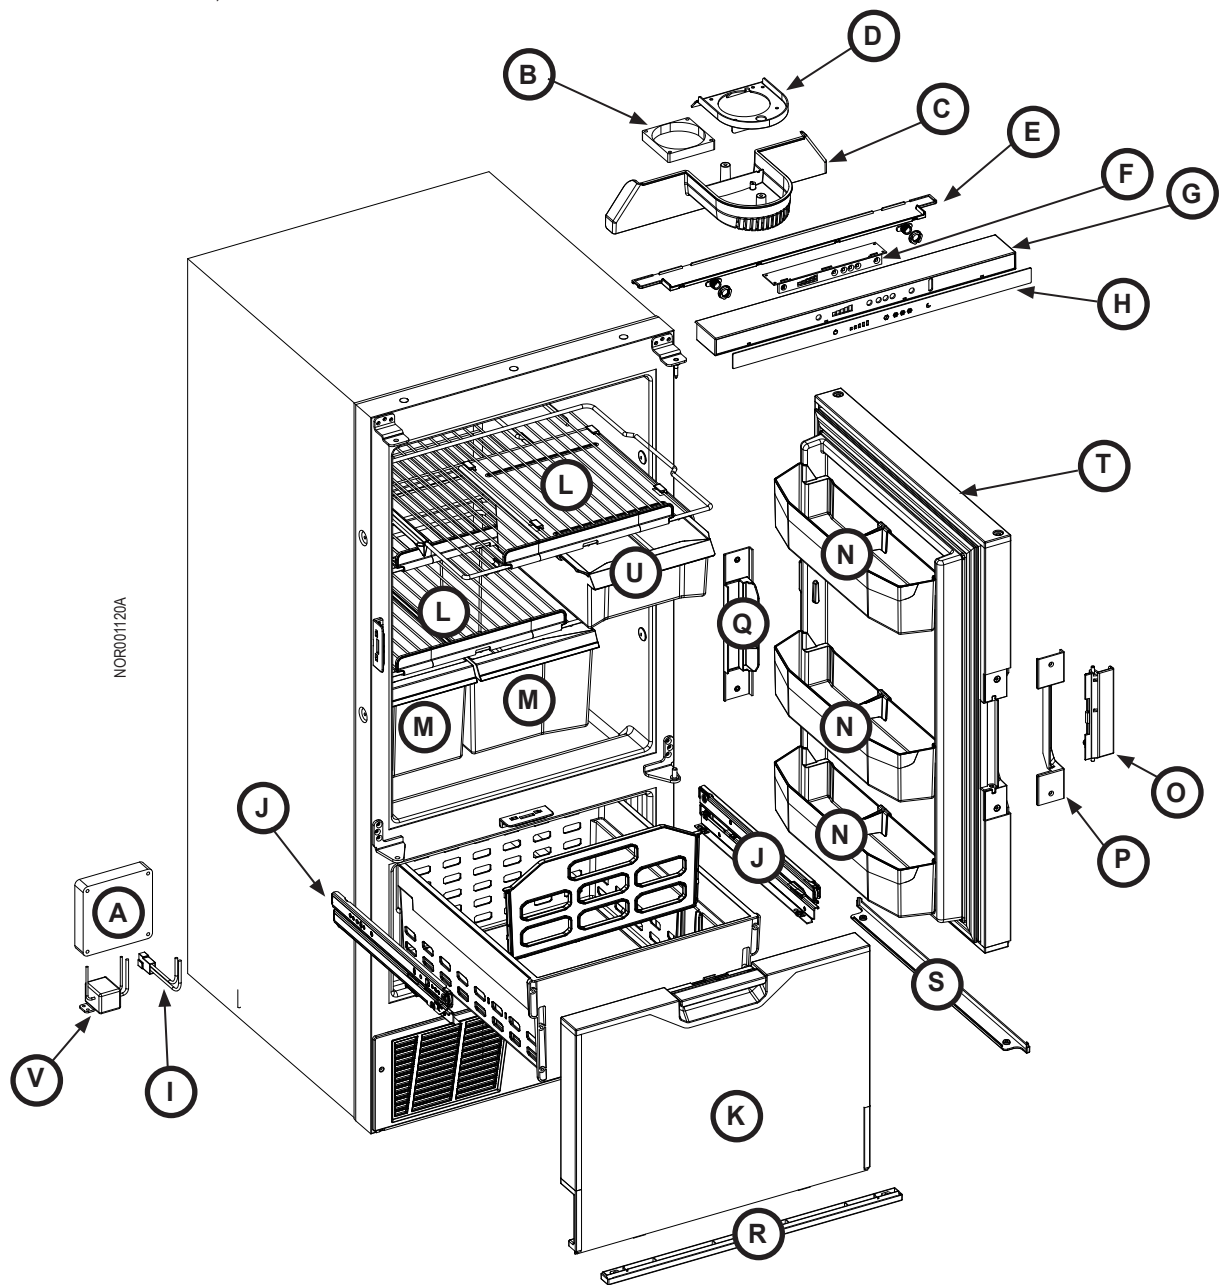

Fig. 4 - Vue de face éclatée du N2175
Touchez et maintenez le bouton Marche/Arrêt (Fig. 4, A) pour mettre le réfrigérateur en marche. Les icônes de l'affichage clignoteront pendant quelques secondes puis s'éteindront. Le bouton Marche/Arrêt restera allumé en bleu pendant que le réfrigérateur est en marche.
Déverrouillez les commandes, puis faites glisser ou touchez les icônes de la barre (Fig. 4, B) pour sélectionner le réglage de la température. La plus petite barre est le réglage de température le moins froid et la plus grande barre est le réglage de température le plus froid.
Déverrouillez les commandes, puis faites glisser ou touchez les icônes de flocon de neige (Fig. 4, C) pour sélectionner le réglage de la température. Un (1) flocon de neige est le réglage de température le moins froid et trois (3) flocons de neige est le réglage de température le plus froid.
Appuyez sur le bouton Arrêt du compartiment congélateur et maintenez-le (Fig. 4, D) pour arrêter le compartiment congélateur.
Pour sélectionner le mode de nuit, déverrouillez d'abord les commandes, puis touchez le bouton du mode de nuit (Fig. 4, E). Le bouton du mode de nuit s'allume en bleu lorsque ce mode est activé.